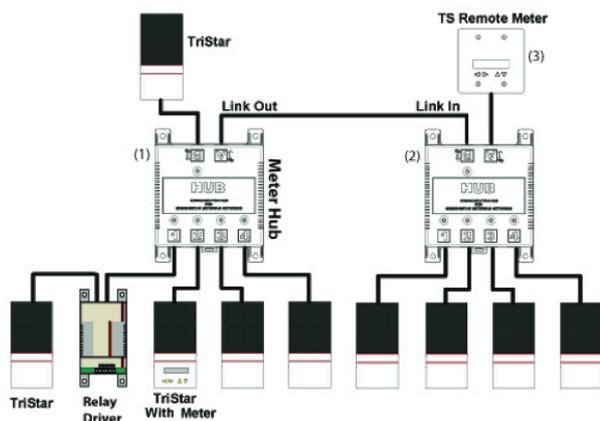

Рис. 20. Пример разветвленной сети с несколькими концентраторами
- Максимально 3 устройства могут получать питание от одного устройства в колонке А. Иллюстрация системы с несколькими концентраторами на рис. 20.
На рис. 20 показана большая сеть MeterBus с несколькими концентраторами MeterHub. В данном случае 2 концентратора соединены через порты А (выход, *Link Out*) и В (вход, *Link In*). К каждому концентратору можно подключить несколько сетевых устройств. Обратите внимание, что контроллер TriStar, подающий питание, может обеспечить питание только на 3 устройства (пронумерованы 1, 2 и 3). В одной сети MeterBus может быть до 4 концентраторов, что означает подключение до 15 устройств максимум. Независимо от того, сколько концентраторов в сети, правила питания устройств остаются теми же.